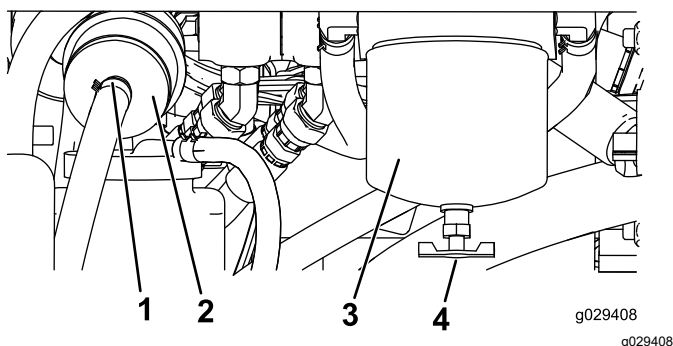

Figure 47
4. Localisez le filtre à carburant situé à l'arrière du moteur (Figure 47) et placez un récipient propre dessous.
4. Localisez les filtres à carburant situés sur le côté droit du moteur (Figure 47) et placez un récipient propre dessous.
5. Nettoyez la surface autour des supports de la cartouche du filtre (Figure 47).
6. Déposez la cartouche et nettoyez la surface de montage (Figure 47).
9. Installez la cartouche à la main jusqu'à ce que le joint soit en appui contre la surface de montage. Serrez ensuite la cartouche d'un demi tour supplémentaire (Figure 47).
10. Localisez le filtre en ligne à gauche de la cartouche du filtre à carburant (Figure 47) et notez le sens de la flèche sur le côté du filtre en ligne.
11. Ouvrez les colliers de serrage aux deux extrémités du filtre en ligne et débranchez les flexibles qui y sont raccordés (Figure 47). Mettez le filtre au rebut.
12. Branchez les flexibles au bout d'un filtre neuf (Figure 47) en veillant à orienter la flèche qui se trouve sur le filtre vers le moteur ou la pompe d'alimentation électrique.